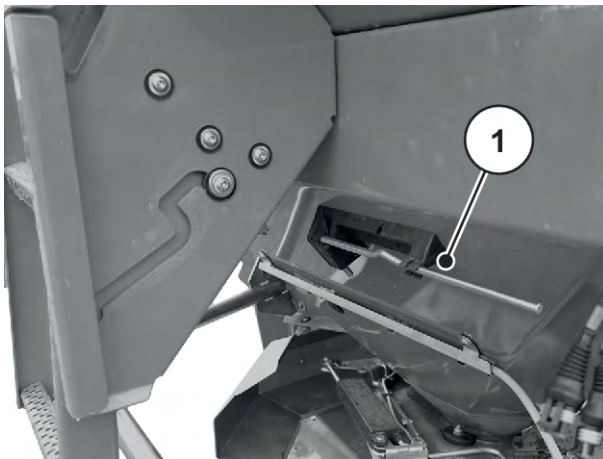

Abb. 27: Lage des Einstellhebels AXIS xx.2
- ▶ Einstellhebel wieder in die dafür vorgesehene Halterung ablegen. Siehe Abb. 27 Lage des Einstellhebels AXIS xx.2